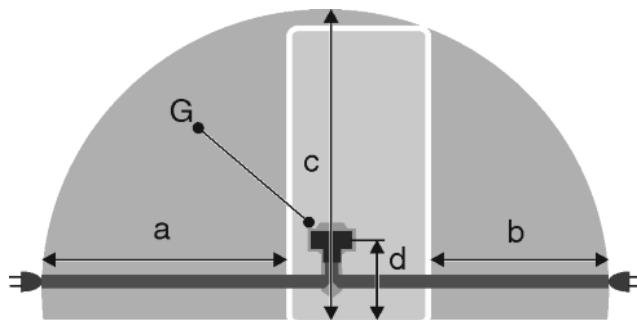

Fig. 25
- Розетка находится вне зоны задней стенки в данной зоне. Fig. 25 (a, b, c)
- ▶ Штекер устройства Fig. 25 (G) подсоединить с задней стороны устройства. Следить за правильной фиксацией.